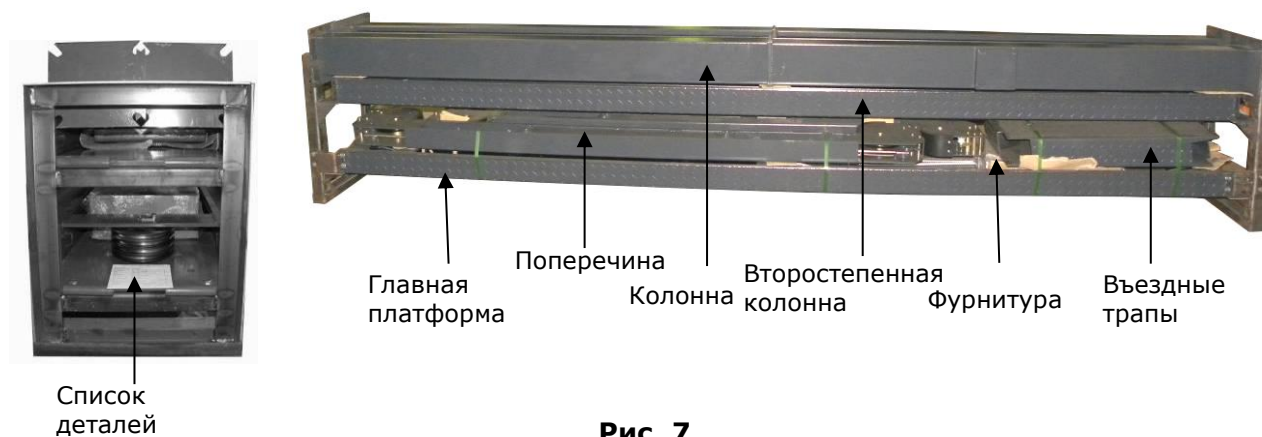

Рис. 7
2. Аккуратно вскройте внешнюю упаковку и проверьте все детали в соответствии со списком деталей (См. Рис. 7).